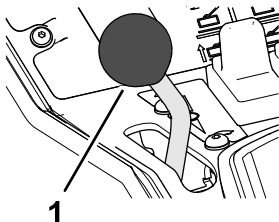

Figura 6
- Pentru a mări turaia motorului, deplasai în față maneta de control al accelerației (Figura 6).